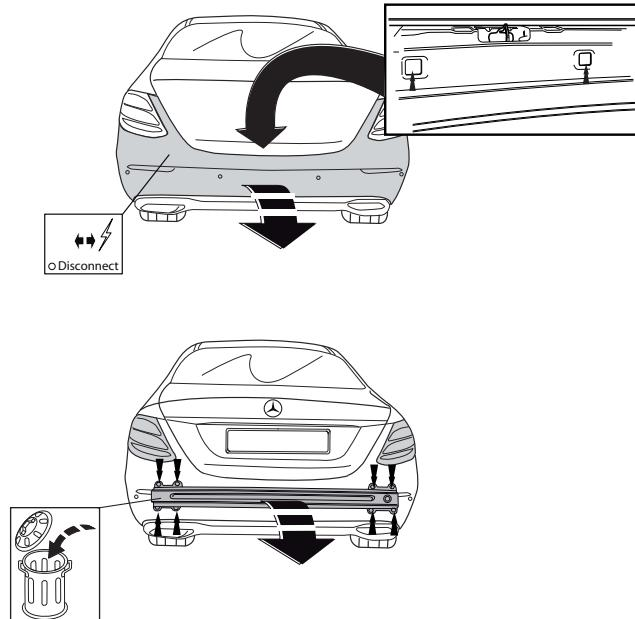

Fig. 1
11. Снять задние фары и бампер. См. рисунок 1.
3. Снять стальной буферный брус. Буферный брус больше не понадобится. См. рисунок 1.
7. Герметизировать обозначенные части (см. рис. 1)